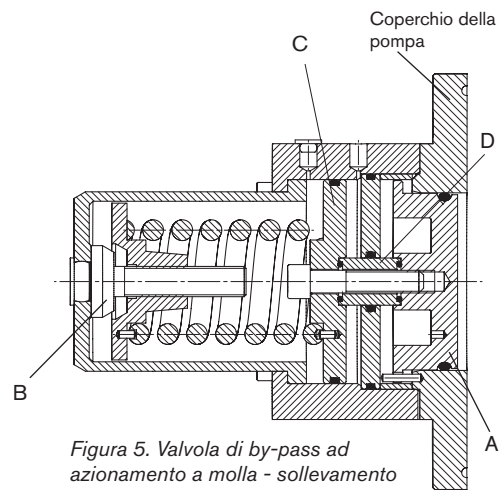

Figura 5. Valvola di by-pass ad azionamento a molla - sollevamento pneumatico, parzialmente aperta
La Figura 5 mostra la valvola parzialmente aperta. La pressione del prodotto all'interno della scatola rotori ha spostato l'otturatore della valvola (A) verso sinistra, vincendo la spinta della molla attraverso il manicotto spaziatore D ed il pistone C.